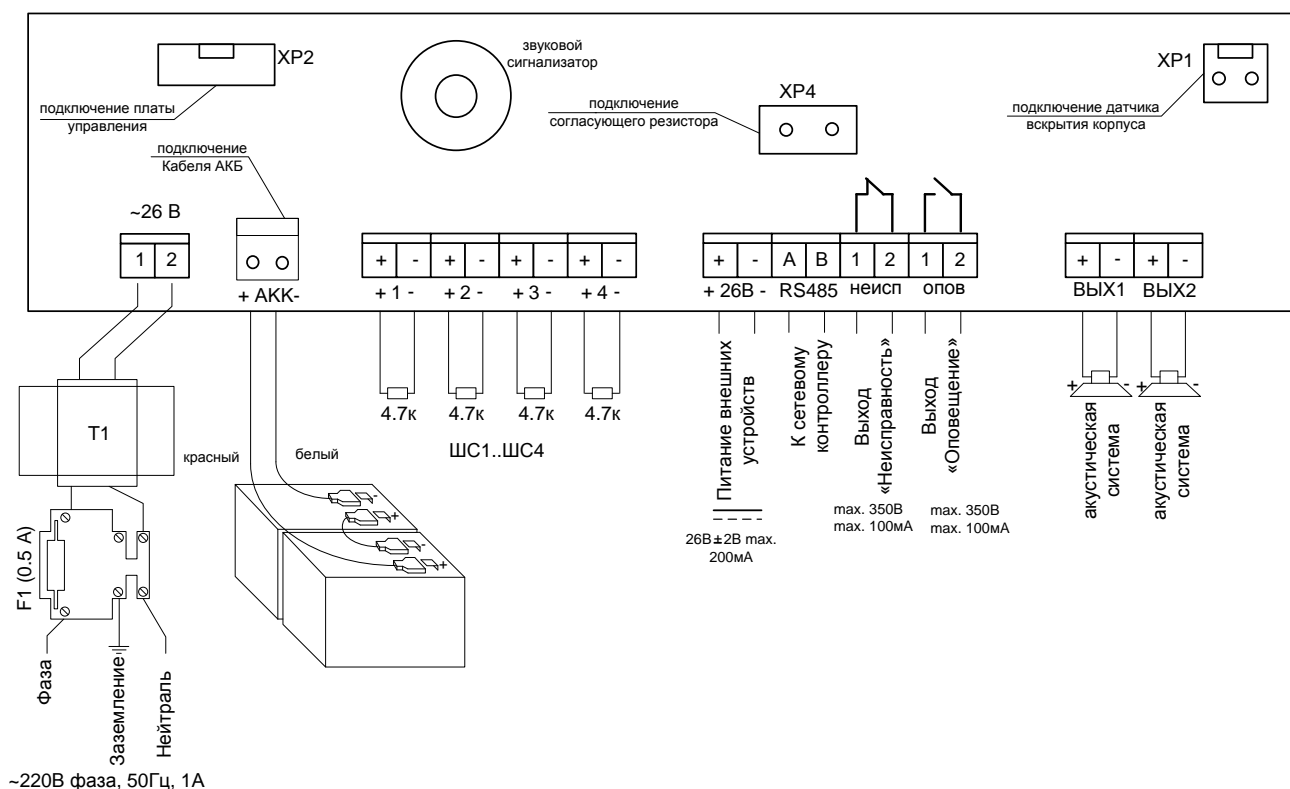

Рисунок 5. Схема подключения прибора
5. Подключить к клеммам прибора внешние цепи (рис. 5).